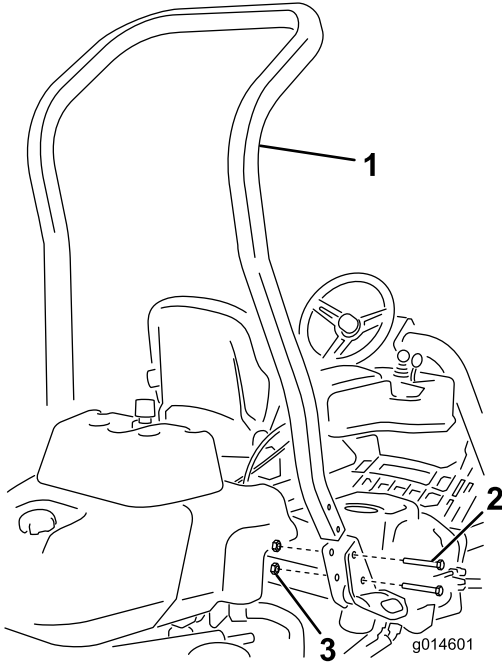

图3
3. 如图3所示使用4个螺栓 1/2 x 3 3/4 英寸和4个凸缘螺母 1/2 英寸将翻车保护杆安装到机器两侧的卡槽中。